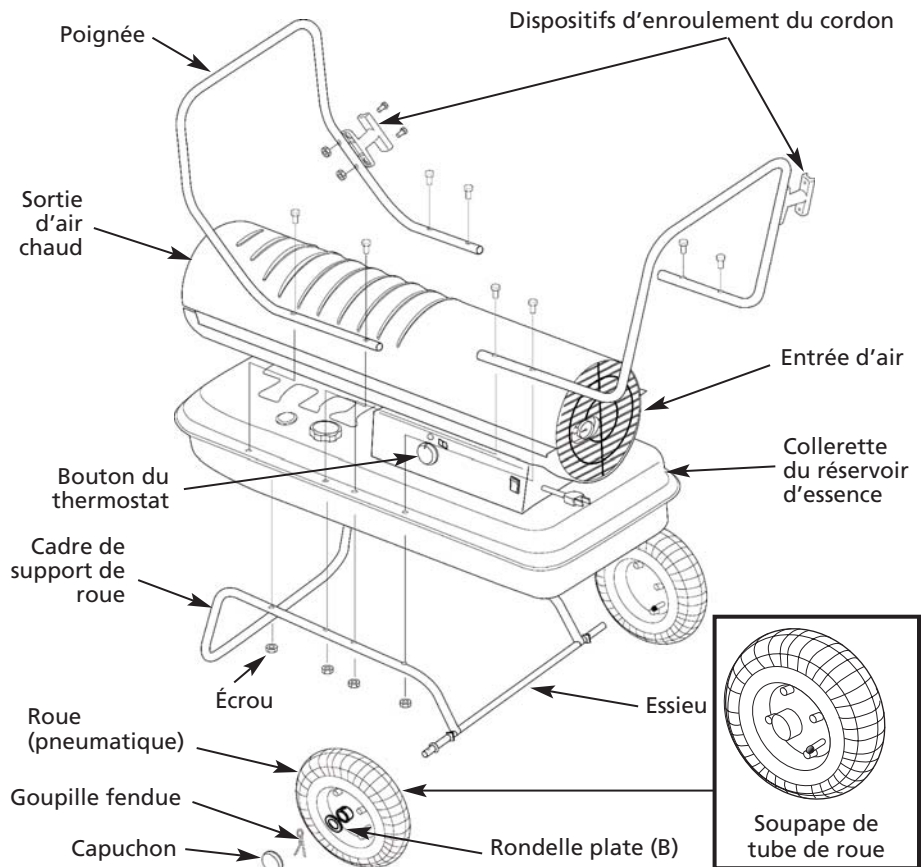

Figure 8 – Assemblage des modèles 3VE50B, 3VE51B et 3VE52B
1. Faire glisser l'essieu à travers le cadre de support de roue. Installer les roues sur l'essieu en pointant le moyeu étendu de la roue vers le cadre de support de roue (voir la Figure 8).
4. Placer la poignée sur le dessus de la collettte du réservoir de combustible. Insérer les vis à travers les poignées, la collettte du réservoir de combustible et les cadres de support de roue, comme l'illustre la Figure 8 et fixer les écrous à la main après avoir inséré chaque vis.